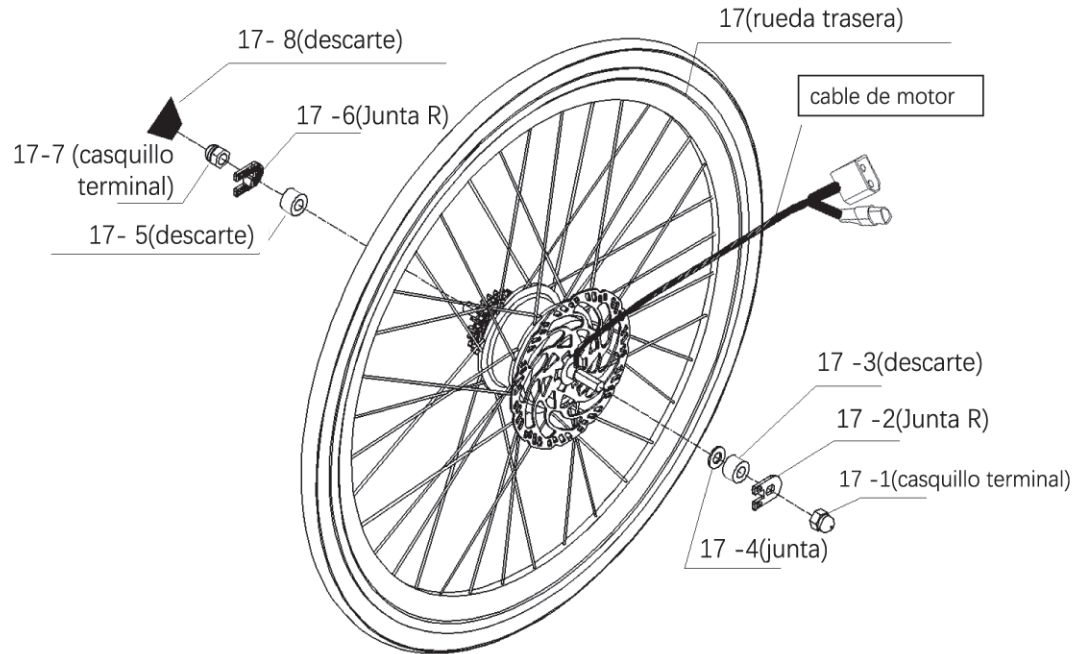

Figura 27.
a. Quitar el conjunto de tuercas y piezas anexadas una por una del conjunto de la parte 17, excepto la junta 17-4, y quitando las piezas numeradas 17-8, 17-5 y 17-3, como se muestra en la Figura 27.